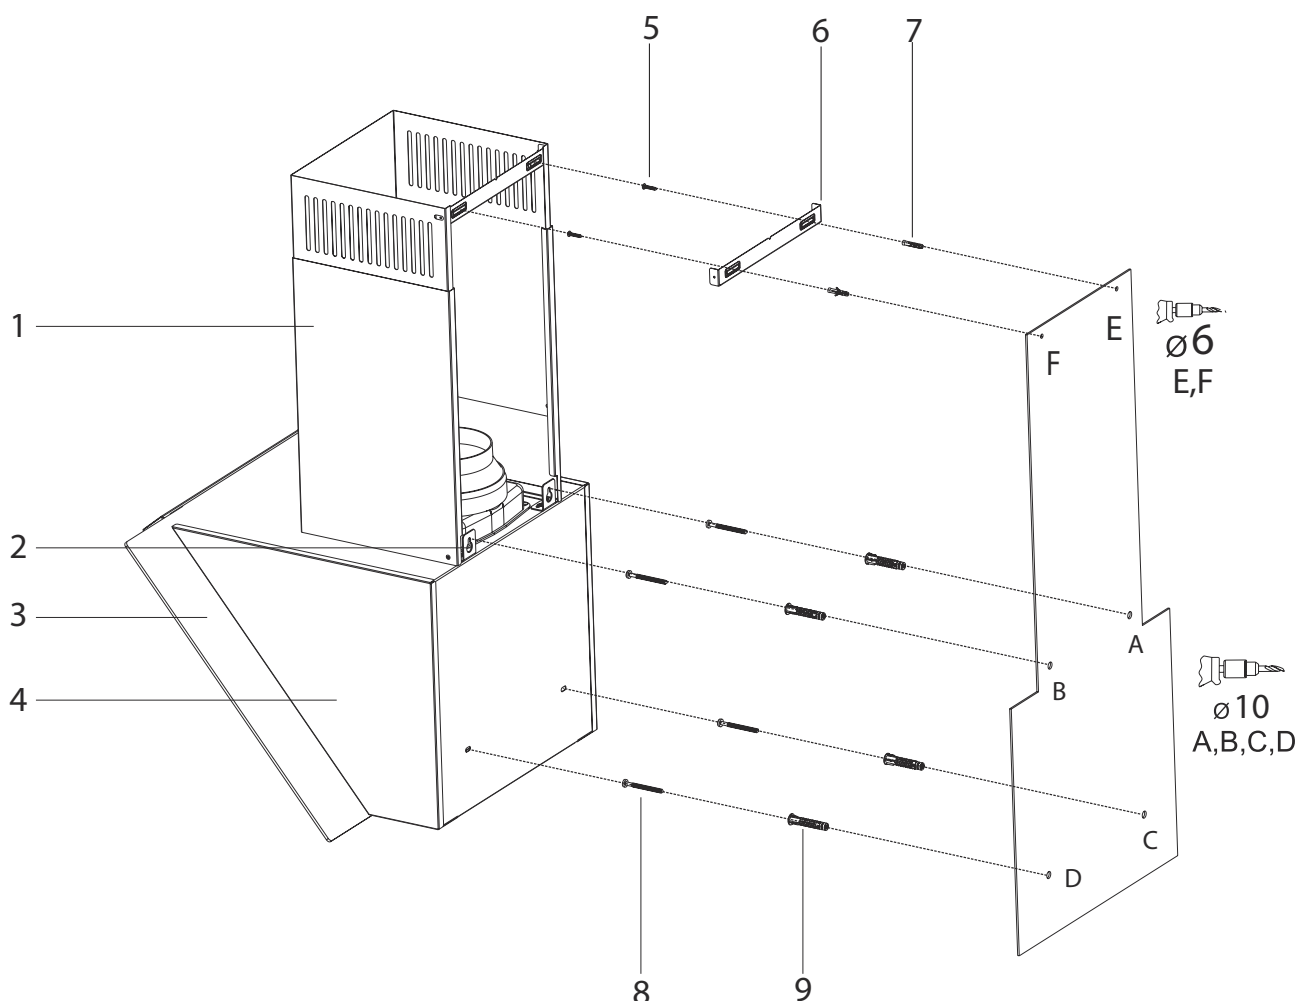

Fig. 11
- Använd monteringsmall för montering av fläkten (Fig. 11/9).
- Placera monteringsmallen på väggen enligt önskad höjd på fläkten i förhållande till spishällen (följ våra höjdrekommendationer). Markera punkterna A, B, C och D (Fig. 11).
- Borra vid punkterna A, B, C och D och sätt i Ø10mm pluggar. Skruva sedan 2 x 5,5x60 i A + B-punkterna med ett avstånd på 5mm mellan väggen och skruvhuvudet (Fig. 11).
- Montera upphängningsfästena på toppen av fläkten med 2 x M5x35 skruvar (Fig. 11/2).
- Fäst först skruvarna A + B på väggen och därefter skruvarna vid punkterna D, C. (Fig. 11).
- Väggfästet för skorstenen (6) hålls mot väggen där det ska placeras. Sedan punkterna E & F (Fig. 11).
- Borra punkterna E och F med en Ø6mm borr och sätt i Ø6mm pluggar. Fäst väggfästet på skorstenen med 3,9x22 skruvar (Fig. 11).